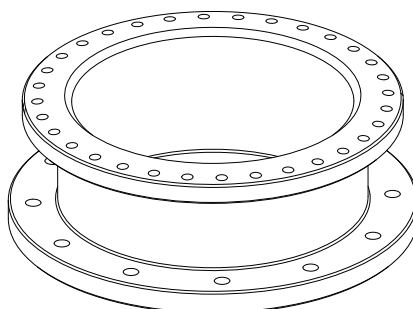

Figura 4: Forma de la bancada
- **Forma.** La forma recomendada se indica en la figura 4. La bancada debe tener una superficie plana que contactará con la cara de apoyo del actuador SRT.